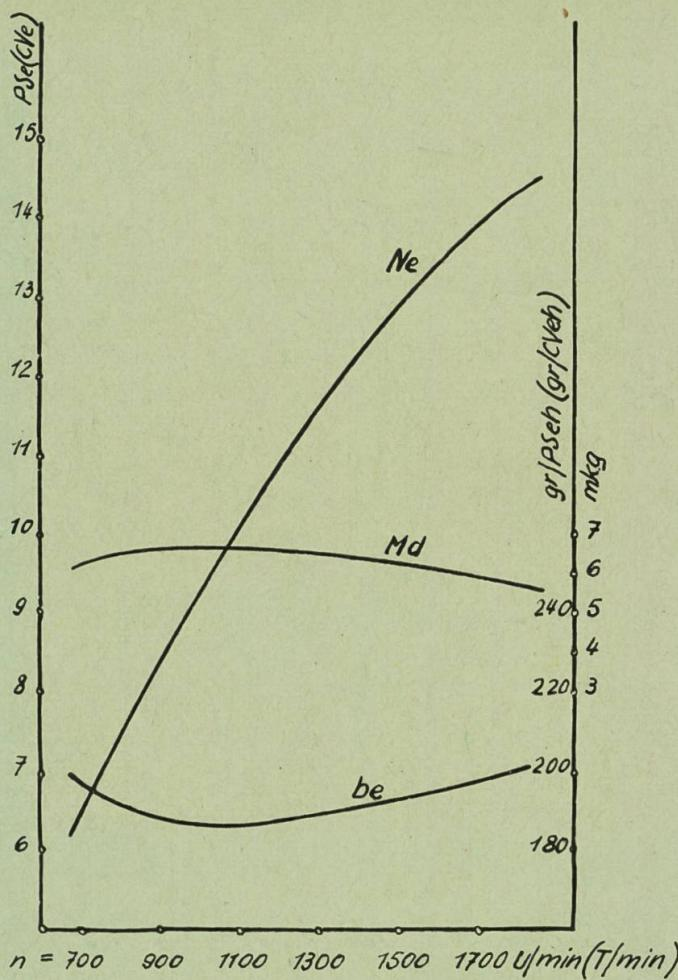

Abb. 2:
Wenn wir einem Fachmann das Leistungsdiagramm (Abb. 2 und 3) eines Motors vorlegen, so kann er uns sofort sagen, ob es sich um einen guten oder schlechten Motor handelt. Das mag im ersten Augenblick erstaunlich erscheinen, wenn man das Durcheinander der darauf aufgezeichneten Linien betrachtet. Die ganze Sache ist aber gar nicht so kompliziert. Wir müssen uns lediglich wieder mit einigen Grundbegriffen vertraut machen, die uns seinerzeit vom Lehrer in der Physikstunde erklärt wurden, um wie der Fachmann das Wesentliche aus dem Leistungsdiagramm herauslesen zu können.
1) Kennzeichen des guten Motors (Abb. 2).